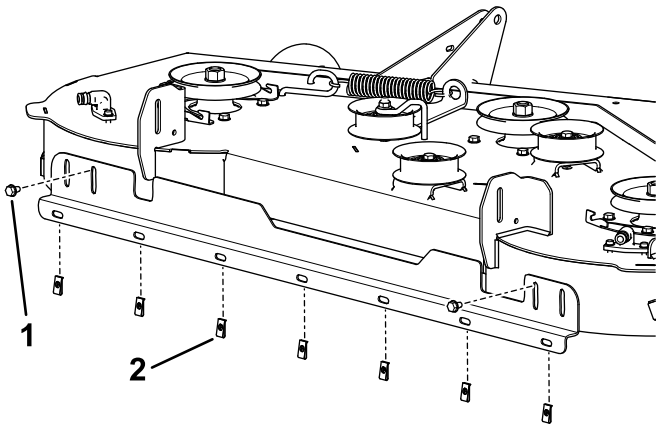

Figura 5
- Instale la pletina en los orificios usando 2 pernos autorroscantes (5/16" x 1/2"), como se muestra en la Figura 5.
- Instale 7 tuercas rápidas en los orificios abiertos de la pletina (Figura 5).